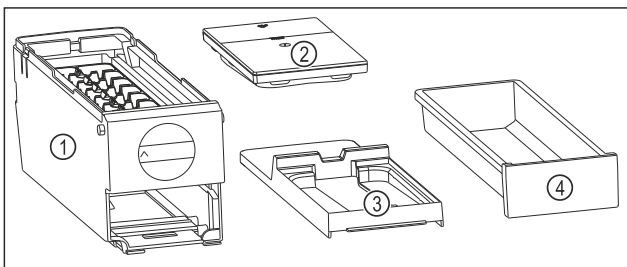

Fig. 146 Bestandteile des EasyTwist-Ice
- ▶ EasyTwist-Ice ist in vier Teile zerlegt. (siehe Fig. 146)
- ▶ EasyTwist-Ice nur in abgebildete Bestandteile zerlegen. (siehe Fig. 146)
- ▶ EasyTwist-Ice-Korpus Fig. 146 (1) als Ganzes reinigen.